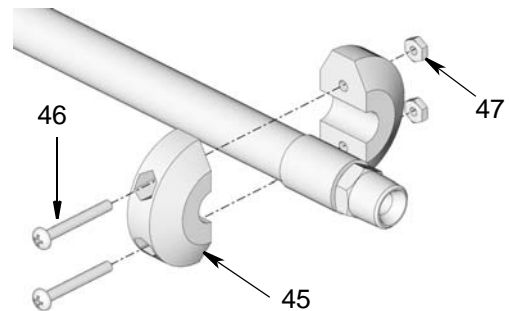

ABB. 18
Schlauchende abnehmen (ABB. 18).
4. Das Dispensventil, die Muttern (47), die Schrauben (46) und die Kugelarretierung (45) vom Schlauchende abnehmen (ABB. 18). Das Schlauchende verschließen (sofern erforderlich), um ein Austreten von Material zu vermeiden.